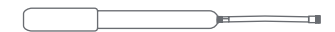

Fig. 26
26) • Les pneus sont livrés dégonflés Les pneus doivent être gonflés régulièrement pour être entre 20 à 25 p.s.i. Toujours utiliser une pompe à air pour bicyclette pour gonfler les pneus (Fig. 26). *non incluse.